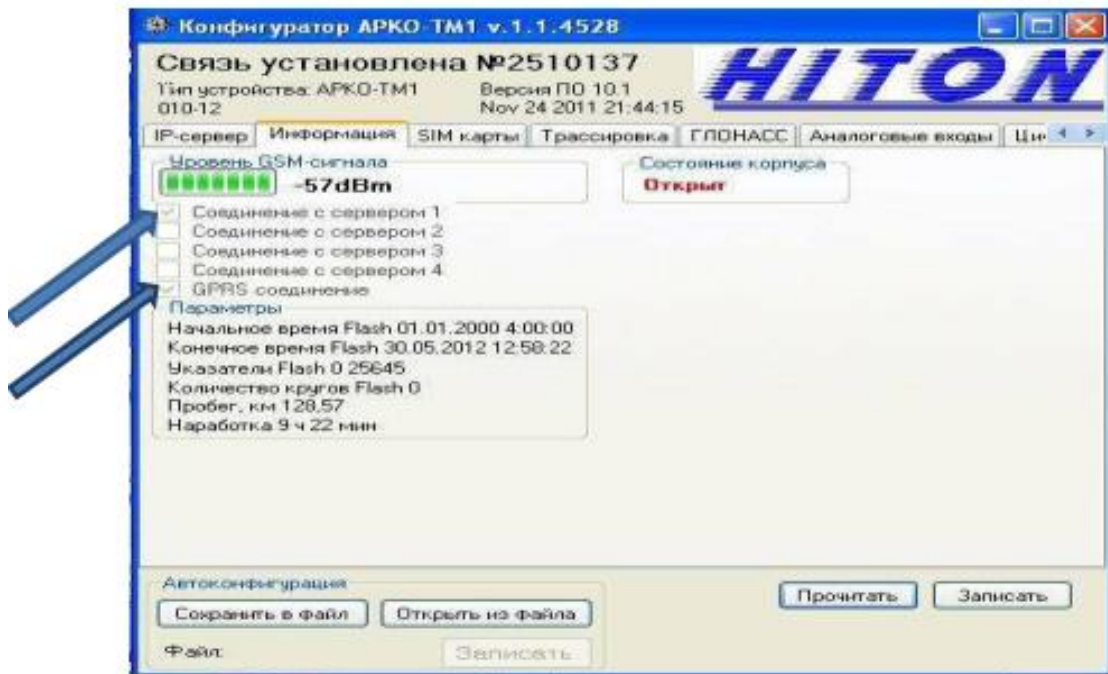

Рис. 3.5. Соединение с сервером
– в случае соединения с телематическим сервером в режиме GPRS светодиод «СВЯЗЬ» (см. рис. 1) горит постоянно зеленым свечением и в ПО «Конфигуратор АРКО-ТМ1» появится галочка «Соединение с сервером 1» (см. рис. 3.5);